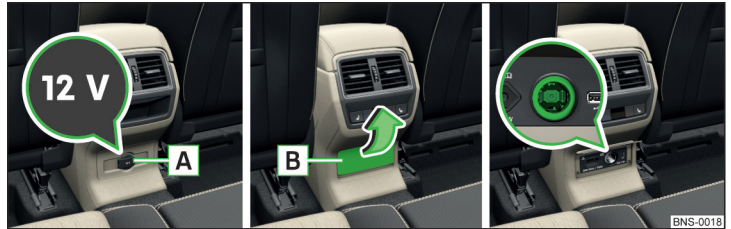

Abb. 133 Abdeckung der 12-Volt-Steckdose / Abdeckung der 12-Volt-Steckdose aufklappen
- Zum **Gebrauch** die Abdeckung **A** öffnen bzw. die Abdeckung **B** in Pfeilrichtung aufklappen » **Abb. 133**.